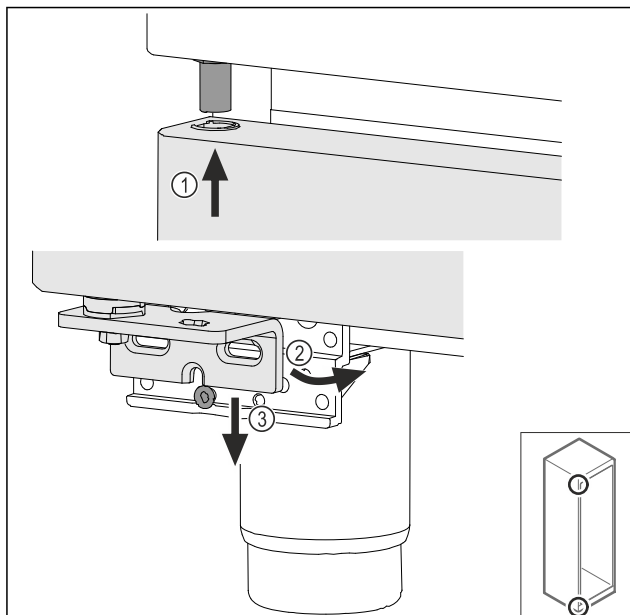

Fig. 70
- ▶ Зачепити двері зверху під нахилом Fig. 70 (1), вирівняти двері прямо Fig. 70 (2) і знизу встановити на гвинт Fig. 70 (3) опорного кронштейну.